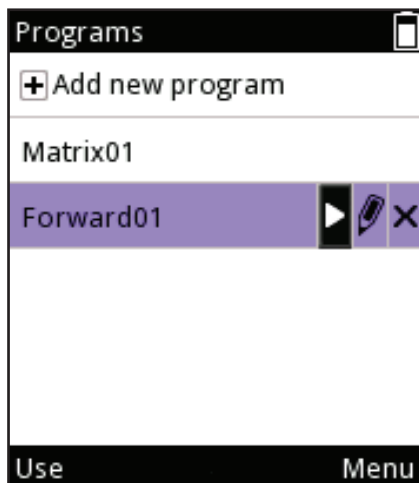

Figura D40.
3. Usare  ,  per evidenziare l'icona  e premere  (**Use**) (Usa) (Figura D40).